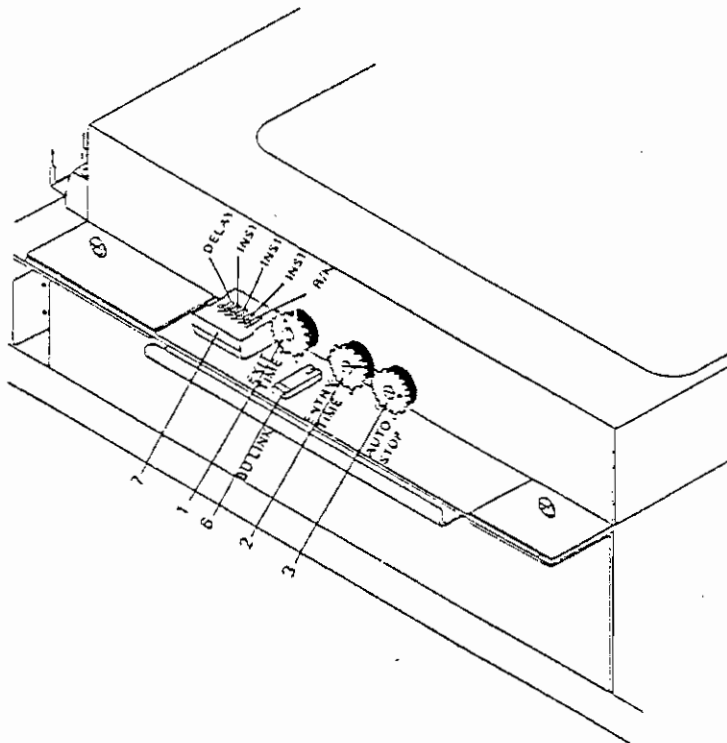

Fig. 2
ÅBEN FRONT LÅGET (Se fig. 2)
7. Kontaktrække "dipswitch" - (se fig. 2)